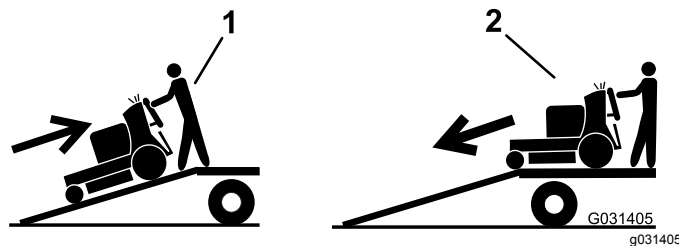

Figure 54
5. Montez la rampe en marche arrière (Figure 54).